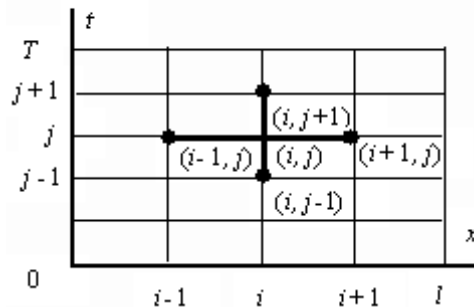

Рисунок 13. . Шаблон для волнового уравнения
Для построения разностной схемы решения задачи (2) - (4) построим в области $\{0 \leq x \leq l, 0 \leq t \leq T\}$ сетку $x_i = i h, i = 0, 1, \dots, n, l = h n, t_j = j \tau, j = 0, 1, \dots, m, T = \tau m$ и аппроксимируем уравнение (2) в каждом внутреннем узле сетки на шаблоне “крест” (Рисунок 13).
Аппроксимируем дифференциальную задачу (13) - (14) на шаблоне “крест” (Рисунок 13), в результате получаем неявную трехслойную разностную схему: